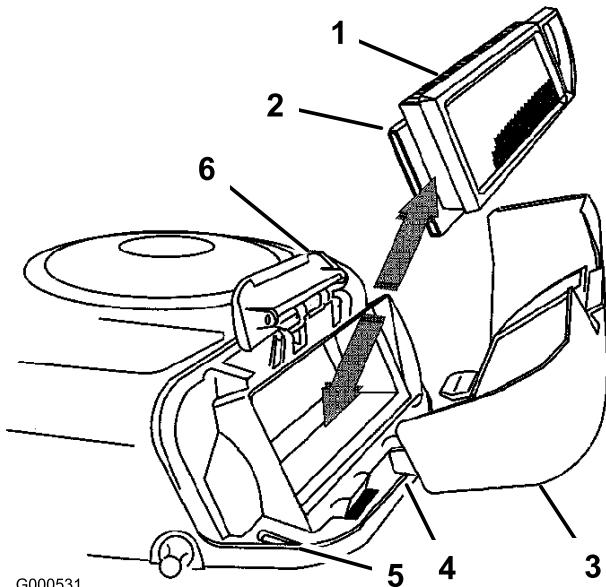

Bild 31
5. Schieben Sie den Papier- und den Schaumeinsatz vorsichtig vom Gebläsegehäuse herunter (Bild 31).
- Fluchten Sie die Nasen des Luftfilterdeckels mit den Schlitten im Gebläsegehäuse aus (Bild 31). Haken Sie den Griff in die Abdeckung ein und drücken auf den Griff, um diesen einzurasten.